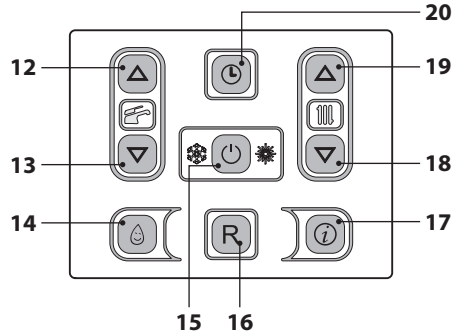
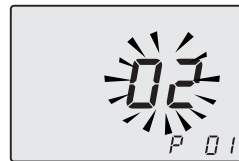

Figura 5.44
Figura 5.45
- Entrare in "modalità programmazione" premendo contemporaneamente per 10 secondi i tasti 15 - 18 - 19 (Figura 5.44) fino a far apparire sul display LCD le lettere **P01** e il valore del parametro, indicanti l'entrata nel "parametro 01" (Figura 5.45).
- Premendo il tasto 15 (Figura 5.44) si ottiene la conferma del valore inserito.
Comunque se la temperatura ambiente non dovesse essere confortevole si può aumentare o diminuire la temperatura di mandata dell'impianto riscaldamento di $\pm 15^\circ\text{C}$ agendo sui tasti 18 (diminuzione) e 19 (aumento) (Figura 5.44).